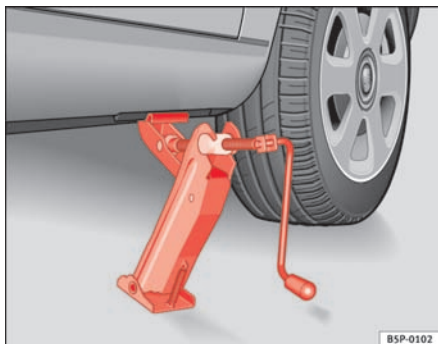

Fig. 172 Sådan sættes donkraften på.
- Stil donkraften således, at dens griber får fat i kanten under dørpanelet, og den bevægelige bundplade står plant på jorden ⇒ side 229, fig. 172.